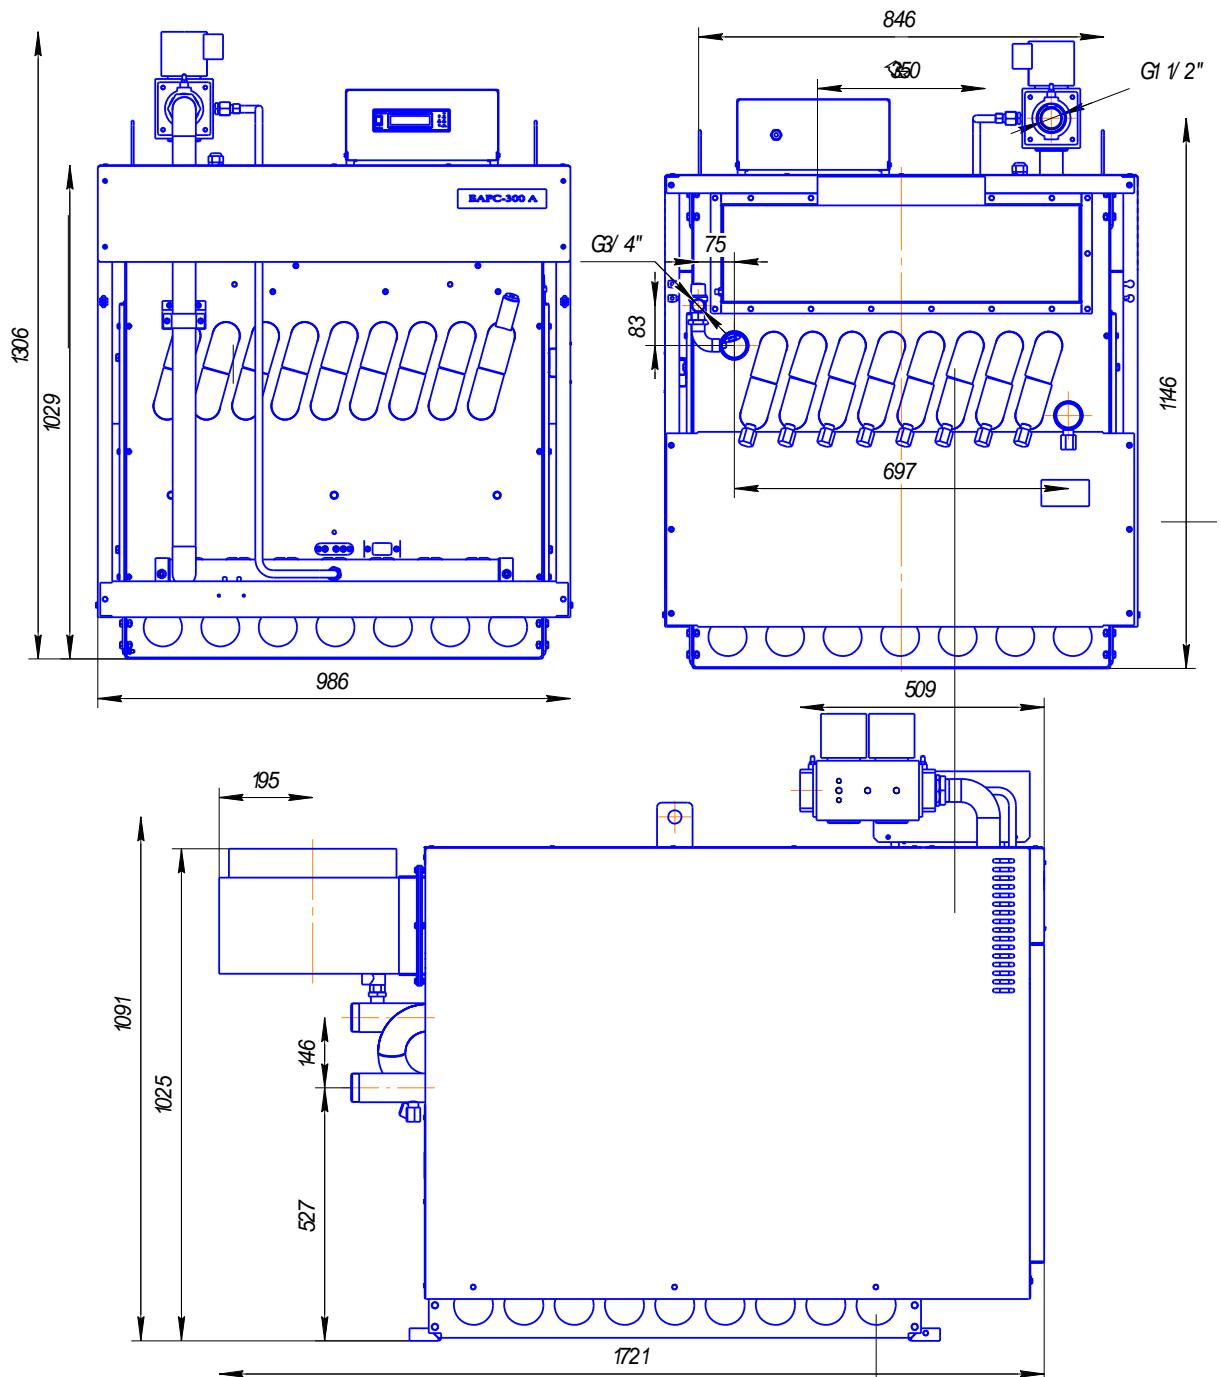

Рис. 1 Габаритные и присоединительные размеры
- 2.1. Внешний вид котла габаритные и присоединительные размеры приведены на Рис. 1.